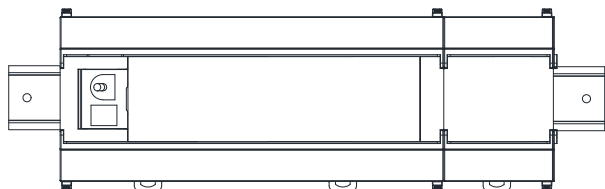

图 2-1 模块安装示意图
- 仔细检查模块上 DIN 卡扣与 DIN 导轨是否紧密固定好，如图 2-1 所示。